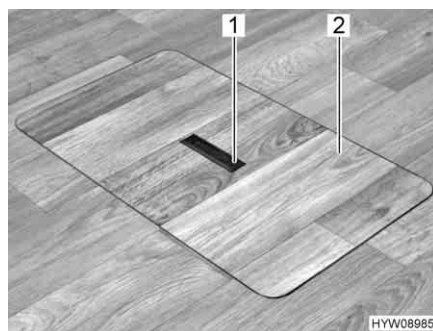
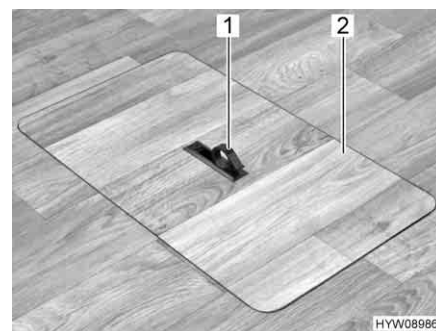

Fig. 54 Copertura vano pavimento (maniglia abbassata)
Fig. 55 Copertura vano pavimento (maniglia estratta)
- Spingere la piastra di presa (Fig. 54,1) verso il basso da un lato. La maniglia (Fig. 55,1) viene ruotata verso l'alto.
- Alzare la copertura (Fig. 55,2).
- Collocare la copertura (Fig. 55,2) nell'intelaiatura presente sul fondo.